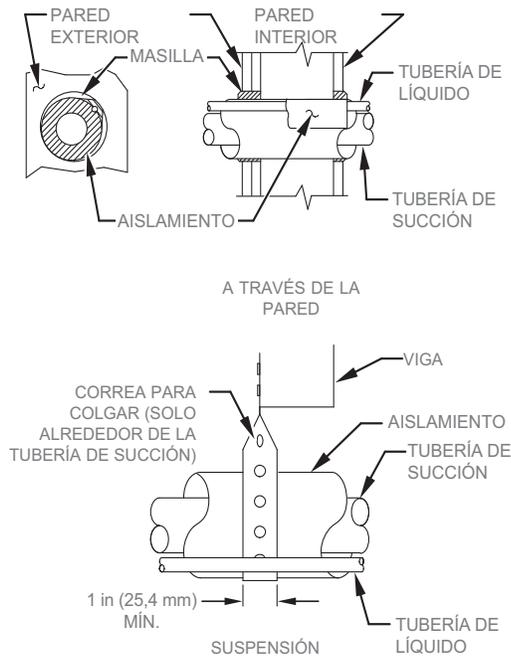

Fig. 1 – Instalación de tuberías
5. Al tender los tubos de refrigerante a través de la pared, selle la abertura con RTV u otro tipo de masilla de silicona flexible. (Consulte la Fig. 1).
7. No suspenda las tuberías de refrigerante en vigas ni travesaños con un cable o correa rígidos, en contacto directo con las tuberías (consulte la Fig. 1).
9. Si es necesario, use correas para colgar, que son de 1 pulg. (25,4 mm) de ancho y se adaptan a la forma del aislamiento de la tubería. (Consulte la Fig. 1).